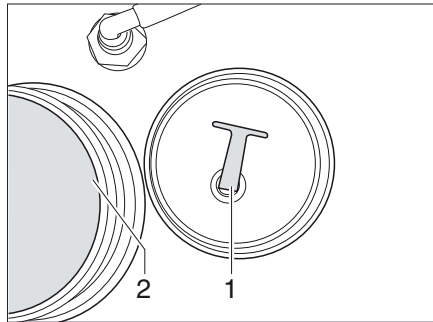

Fig. 145 Réservoir d'eau
- Dévisser le couvercle de fermeture (Fig. 145,2).
- Dévisser le couvercle de fermeture (Fig. 145,2) du réservoir d'eau.
- Dévisser le bouchon de fermeture (Fig. 145,1) de l'ouverture de vidange. L'eau s'écoule.